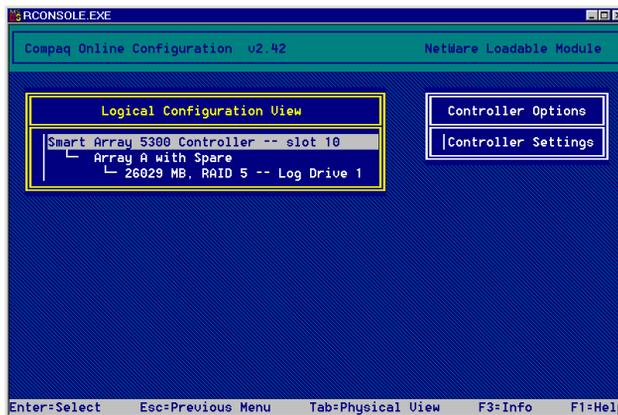

Figura 7-22: Schermata principale di configurazione manuale
- Se sul controller sono presenti unità logiche, viene visualizzata la schermata di configurazione manuale (vedere la Figura 7-22).